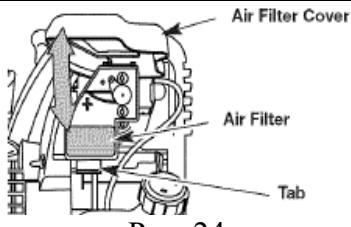

Рис. 24
1. Откройте крышку воздушного фильтра. Переместите язычок на нижней стороне крышки вперед. Затем потяните крышку воздушного фильтра на себя и вверх (Рис. 24).
7. Установите на место крышку воздушного фильтра. Совместите пазы в верхней части крышки воздушного фильтра с язычками в верхней части задней стенки (Рис. 24).
8. Опустите крышку вниз. Язычок на задней стенке воздушного фильтра должен защелкнуться в пазу крышки воздушного фильтра (Рис. 24).